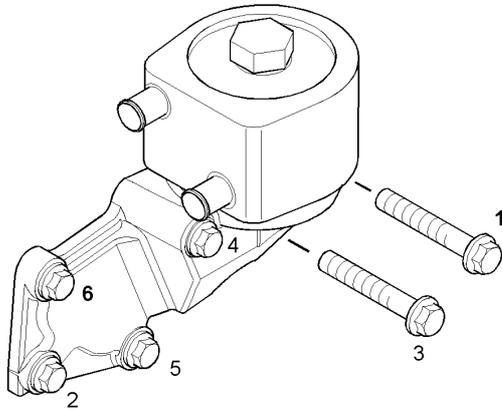

Ilustración 64
**Nota:** No use sellante en la junta nueva entre el bloque de motor y la base del enfriador de aceite (9).
2. Si la base del enfriador de aceite (9) se quitó del bloque de motor, instale tornillos de ajuste en los agujeros para los tornillos de ajuste (1) y (6) en la base del enfriador de aceite. Instale una junta nueva sobre los dos tornillos de ajuste y asegure la base del enfriador de aceite (9) al bloque de motor. Instale el resto de los tornillos de ajuste (8). Apriete los tornillos de ajuste (8) en la secuencia 1, 2, 3, 4, 5 y 6 a un par de apriete de 22 N·m (16 lb-pie). Vea la ilustración 64.